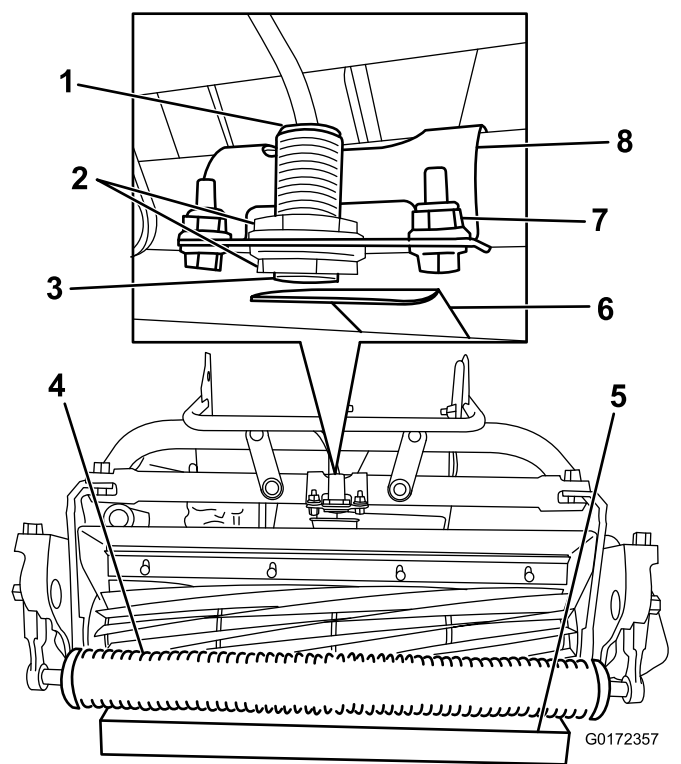

Figure 17
2. Desserrez les écrous de blocage du capteur et réglez le capteur de sorte qu'un filet soit visible en dessous de l'écrou de blocage inférieur (Figure 17).
4. Placez un bloc de 3,8 cm sous le rouleau avant du plateau de coupe (Figure 17).
5. Desserrez les fixations qui maintiennent le support de capteur sur le cadre (Figure 17).
8. Tournez le support du capteur vers la plaque cible jusqu'à ce que le voyant en haut du capteur s'allume (Figure 17). S'il était déjà allumé, tournez le support du capteur à l'opposé de la plaque cible jusqu'à ce que le voyant s'éteigne, puis ramenez-le vers la plaque cible jusqu'à ce que le voyant se rallume.